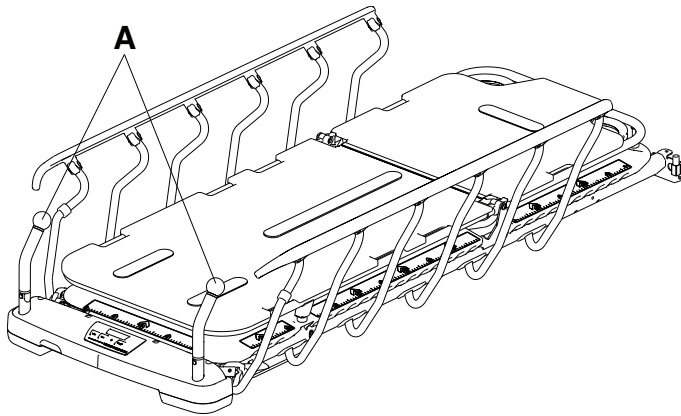

Рисунок 11 – Изменение положения ручек для толкания ножного конца
1. Поверните ручки (A) вверх от ножного конца изделия (Рисунок 11).